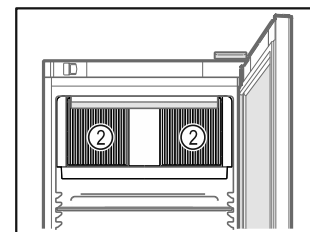

Fig. 72
- Větrací otvory Fig. 72 (2) oběhového vzduchového čerpadla ve vnitřním prostoru udržte volné.